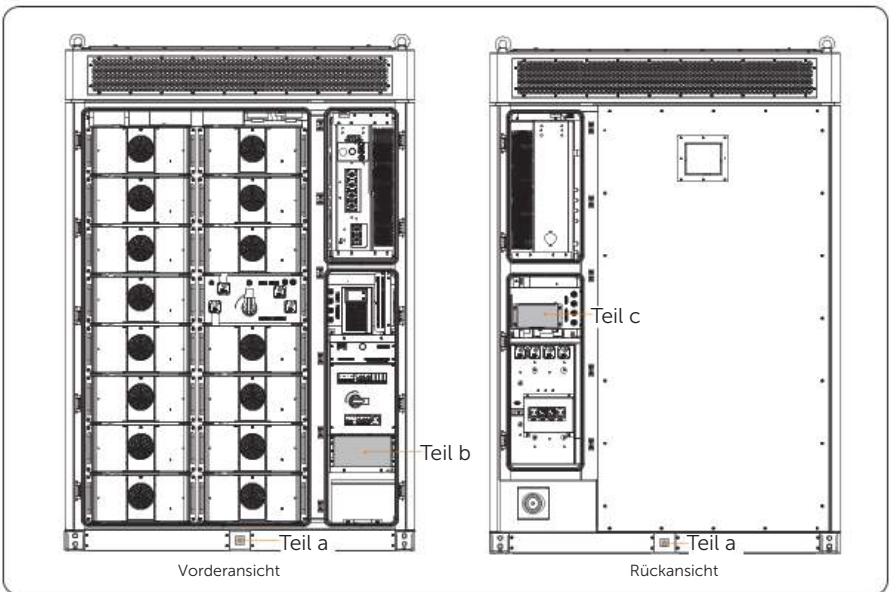

Abbildung 7-1 Zu verdrahtender Teil
- Vor der Verdrahtung müssen sich die Bediener darüber informieren, welche Teile verdrahtet werden müssen. Einzelheiten hierzu finden Sie in Abbildung 7-1.
Das Gerät unterstützt den Anschluss an die Erdungsplatte und den PE-Anschluss. Bezüglich des Verdrahtungsbereichs, siehe **Teil a** in „Abbildung 7-1 Zu verdrahtender Teil“, befolgen Sie bitte genau die folgenden Schritte.
Bezüglich des Netzanschlusses, d.h. **Teil b** in „Abbildung 7-1 Zu verdrahtender Teil“, befolgen Sie bitte genau die nachstehenden Schritte.
Bezüglich des Netzanschlusses, d.h. **Teil c** in „Abbildung 7-1 Zu verdrahtender Teil“, befolgen Sie bitte genau die nachstehenden Schritte.